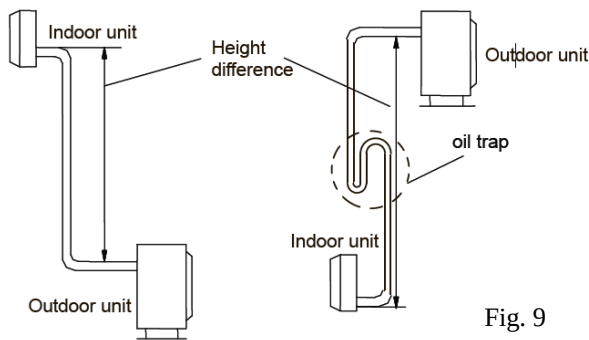

Fig. 9
- Befindet sich das Außengerät oberhalb des Innengeräts und beträgt die Länge der Gasleitung mehr als 10 m, ist in der Gasleitung alle 8 m ein Ölabscheider (Ölsiphon) vorzusehen (siehe Abbildung 9).
(Fig. 9).